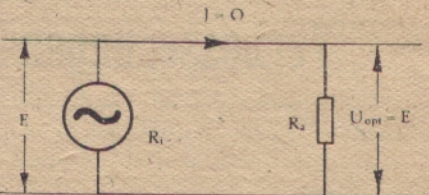
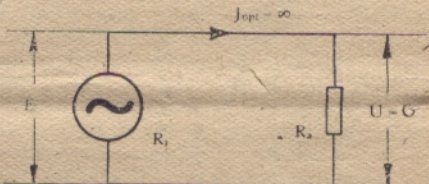
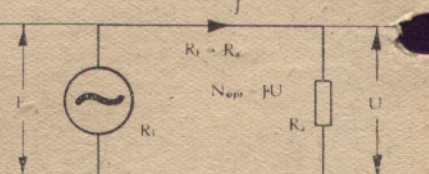
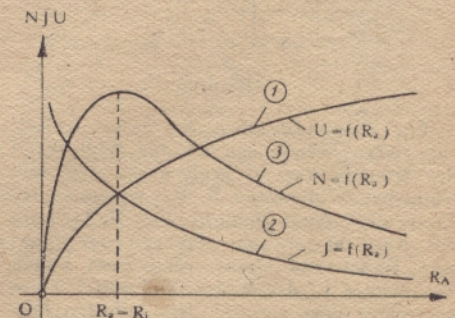

Abb. 10
Abb. 11
Abb. 12
Abb. 13
1. **Spannungsanpassung** ist dann vorhanden, wenn der Außenwiderstand  $R_a = \infty$ . Da in diesem Falle der Strom  $J = 0$  ist, der Stromquelle also keine Energie entnommen wird, kann die EMK der Stromquelle in voller Höhe am Außenwiderstand abgegriffen werden. Hierzu siehe Abb. 10 und Kurve 1,  $U = f(R_a)$  in Abb. 13.
2. **Stromanpassung** ist dann vorhanden, wenn der Außenwiderstand  $R_a = 0$  (Kurzschluß). In diesem Falle ist die am Außenwiderstand liegende Spannung  $U = 0$ , die Stromquelle kurzgeschlossen und es würde der Strom  $J = \infty$  fließen. Hierzu siehe Abb. 11 und Kurve 2,  $J = f(R_a)$  in Abb. 13.
3. **Leistungsanpassung** ist dann vorhanden, wenn der Stromquelle die maximal entnehmbare Leistung entnommen wird, d. h. wenn  $R_i = R_a$ . Hierzu siehe Abb. 12 und Kurve 3,  $N = f(R_a)$  in Abb. 13.
Wie aus Abb. 13 (Kurve 3,  $N = f[R_a]$ ) hervorgeht, wird an den Außenwiderstand  $R_a$  das Optimum an Leistung abgegeben, wenn  $R_a = R_i$ .